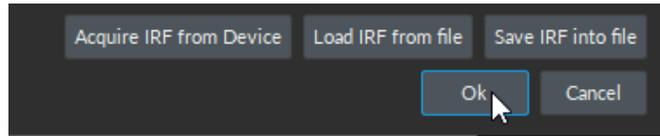

Figure 2.8 – Sélectionner OK pour sauvegarder l'IRF
- 9. Lorsque la forme d'onde est correcte, sauvegarder l'IRF (Fig. 2.8).